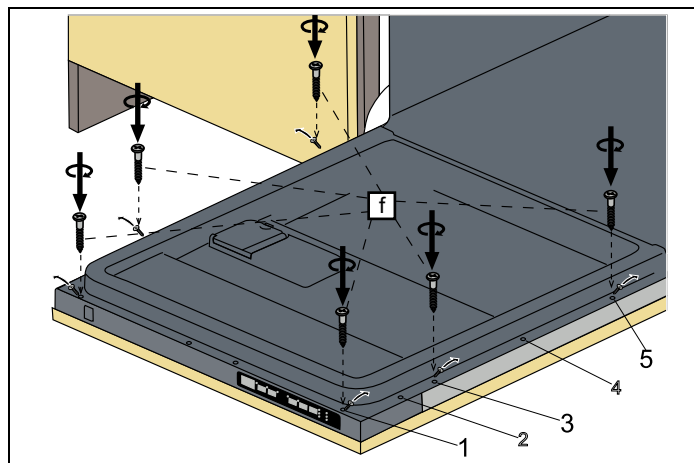

Fig. 22
- 6) Les vis situées sur la porte en bois sont fixées sur le lave-vaisselle au niveau des sorties situées sur la feuille extérieure de la porte et sont assemblées comme indiqué dans la Fig. 22 .